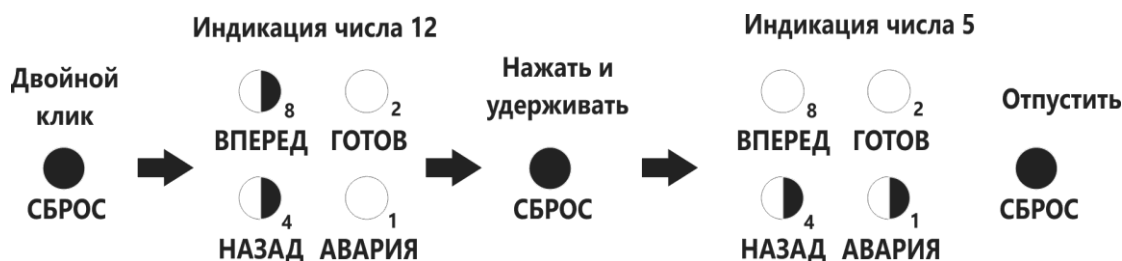

Рисунок 8 Пример индикации тока 125%
1.11.4 Последовательность действий (пример индикации тока 125%, см. рис.8):